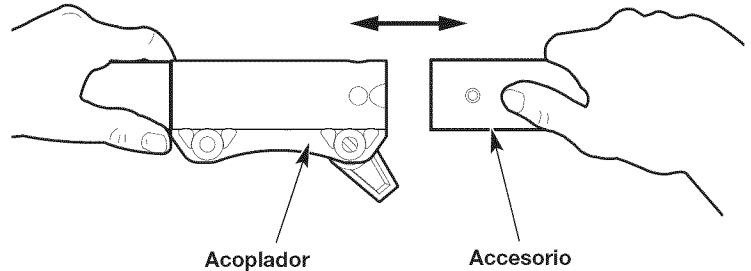
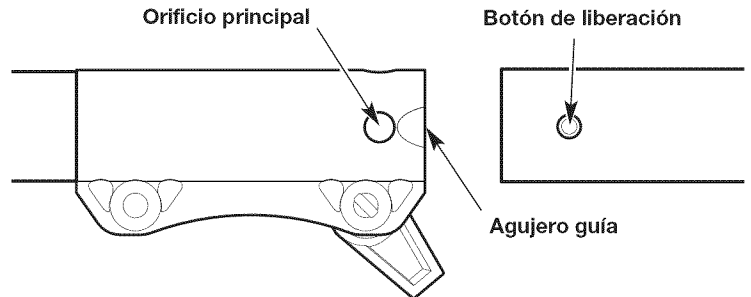

Fig. 7
Fig. 8
4. Alinee el botón de liberación con el embutimiento de la guía (Fig. 8).
5. Presione el accesorio directamente dentro del acoplador (Fig. 7) hasta que el botón de liberación encaje a presión firmemente del orificio principal (Fig. 8).
3. Oprima y mantenga apretado el botón de liberación (Fig. 8).
4. Tire del accesorio directamente hacia fuera del acoplador (Fig. 7).